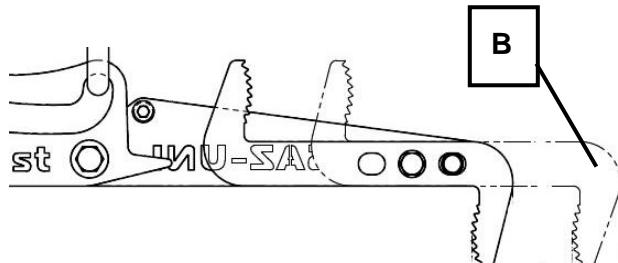
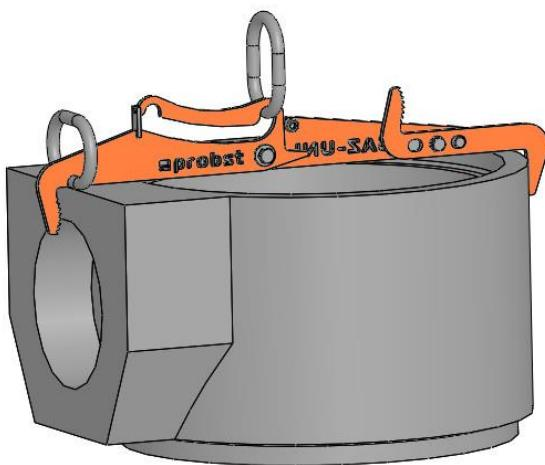

Fig. 5
Fig. 6
Beim Greifen von Muffenteilen (Bild 6) muss der bewegliche Greifarm (1) um 180° gedreht werden. Vergrößerung des Greifbereiches von 550 mm auf 625 mm (Greifbereich (B) siehe Bild 5). Hierzu Federriegel (2) etwas herausziehen und gleichzeitig verdrehen, bis sich der Greifarm bewegen lässt. Anschließend muss der Greifarm (1) durch erneutes Einrasten des Federriegels (2) arretiert werden.